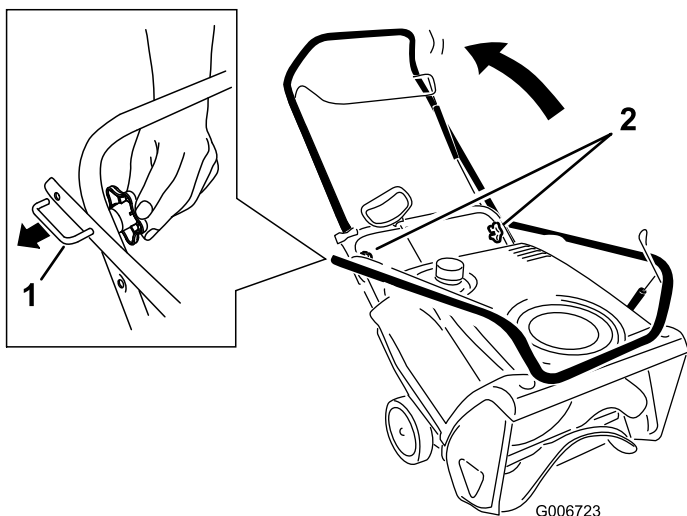

Bild 3
1. Lösen Sie die Handräder, ziehen Sie die U-förmigen Griffsperrern heraus, bis Sie den Griff ungehindert bewegen können. Drehen Sie den Griff dann in die Betriebsstellung (Bild 3).